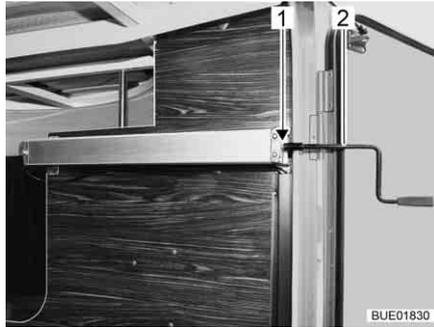

Bild 118 Kurbel in Heckgarage
- Kurbel (Bild 118,2) auf Zapfen (Bild 118,1) stecken.